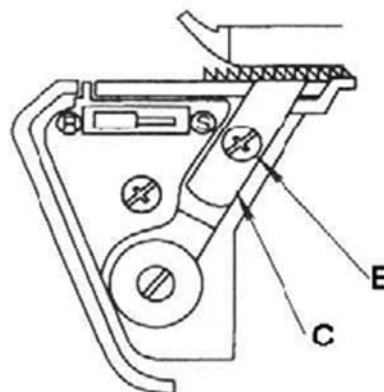

Fig. 111
2. Amenez la lame supérieure 18 en position de repos (A).
3. Retirez la vis de la lame inférieure 22 (B) et retirez la lame 22 (C) (Fig. 111).